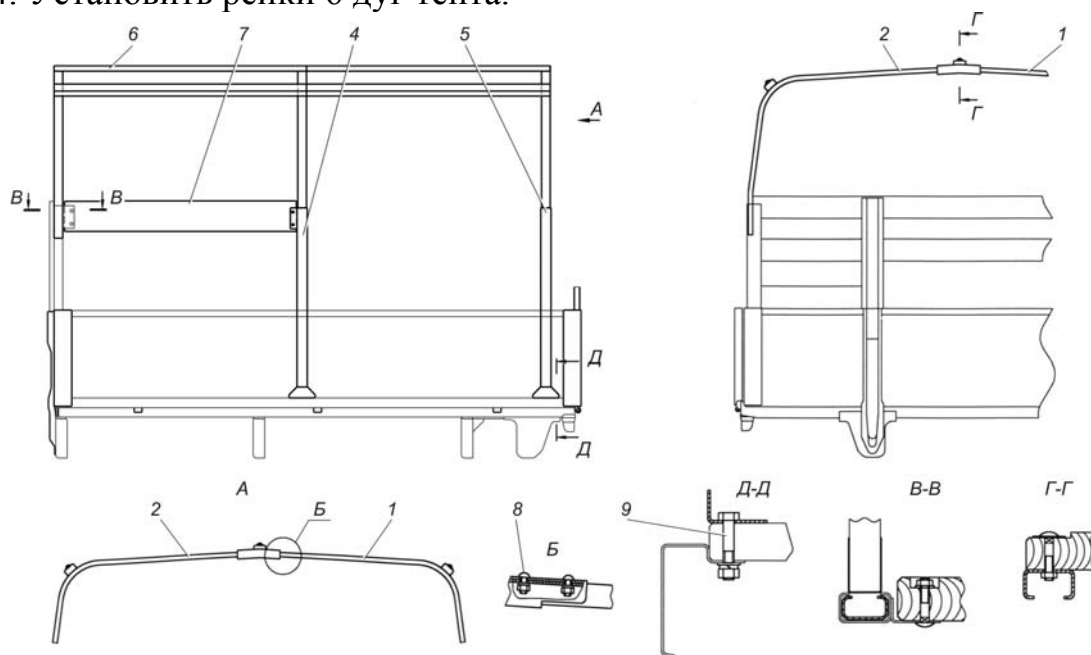

Рис. 12.3. Установка деталей каркаса тента:
Установка деталей каркаса тента показана на рис. 12.3.
1. Установить стойки 3, 4 и 5 (рис. 12.3) с правой, левой и задней стороны платформы. После установки стоек закрепить их болтами 9.